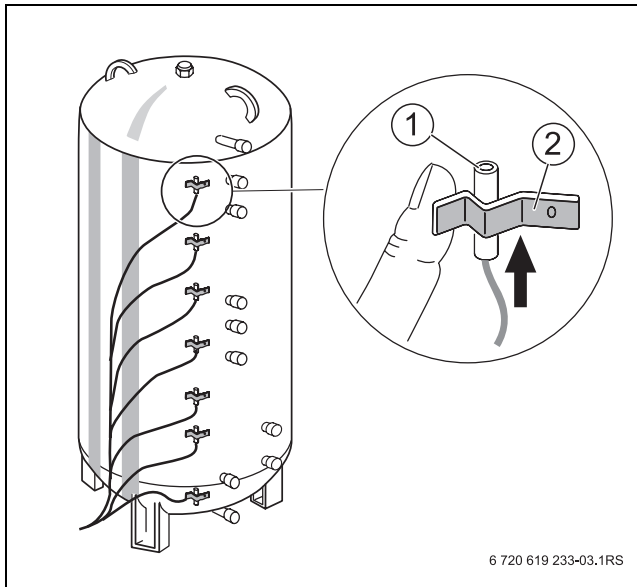

Bild 5 Temperaturfühler montieren
- ▶ Temperaturfühler (→ Bild 5, [1]) in die Federhalterung (→ Bild 5, [2]) so einlegen, dass die gesamte Kontaktfläche des Temperaturfühlers außen am Speicherbehälter glatt anliegt.